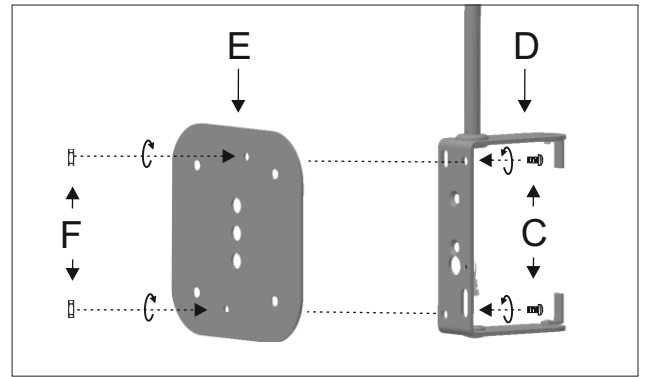

Figure 2
2- Unscrew the screw (C). Attach the mounting bracket (D) to the back plate (E) using the same screw (C) secure it with the nut (F). Figure 2
2 - Desenroscar el tornillo (C). Usar el mismo tornillo (C) para unir la sujeción (D) con el embellecedor (E) y roscar la tuerca (F). Figure 2